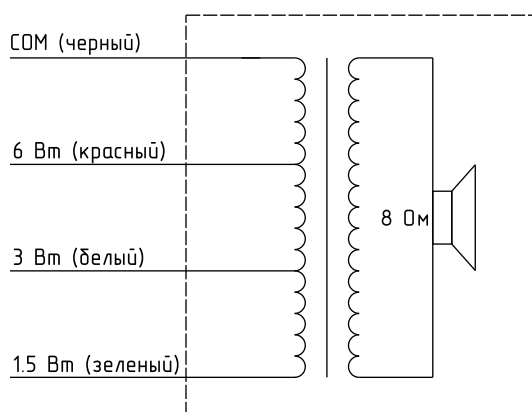

Рисунок 5.1 Принципиальная схема громкоговорителя
2. Выбрать требуемую мощность (см. Рис. 5.1) и, соблюдая полярность, подсоединить кабель через клеммную колодку к нужному отводу трансформатора.